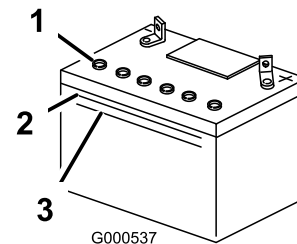

Figure 43
1. Observez le côté de la batterie. Le niveau de l'électrolyte doit atteindre le trait supérieur (Figure 43). Le niveau d'électrolyte ne doit pas descendre au-dessous du trait inférieur (Figure 43).
3. Enlevez les bouchons d'aération de la batterie (Figure 43).
4. Versez de l'eau distillée avec précaution dans chaque élément jusqu'au repère supérieur (Figure 43) sur le côté de la batterie.
5. Attendez 5 à 10 minutes après avoir rempli les éléments. Au besoin, ajoutez de l'eau distillée pour amener le niveau jusqu'au repère supérieur sur le côté de la batterie (Figure 43).